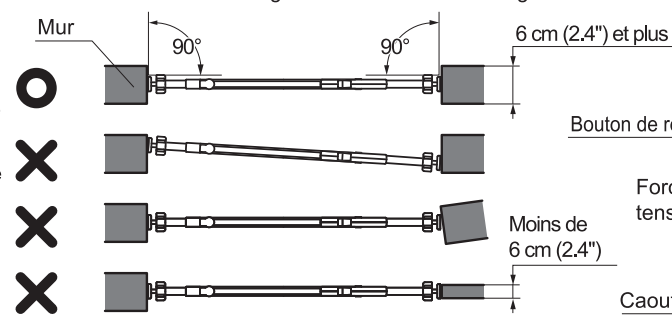
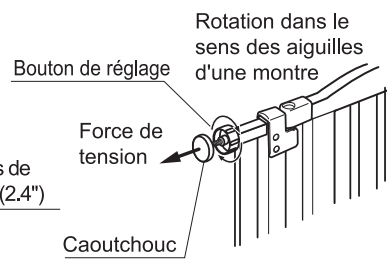

Figure 2
Figure 3
- Si le produit a été installé correctement, le haut de la porte (en regardant en bas par dessus le haut) va être aligné avec chaque coin, faisant un angle de 90° comme sur la figure 2.
- Déterminez la direction voulue pour l'ouverture de porte. Placez le produit contre le mur perpendiculairement comme c'est montré en Figure 2. Serrez le bouton de réglage du haut jusqu'à ce que son caoutchouc touche la surface murale comme c'est montré en Figure 3.